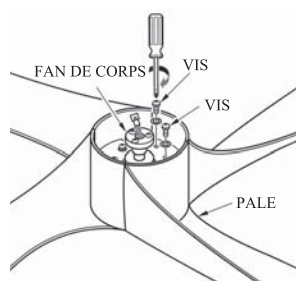

FIG.2
2. Retournez le ventilateur, alignez le trou de vis de la pale avec le moteur, puis serrez de nouveau la rondelle et la vis pour terminer l'installation de la pale. (Voir Fig.2)